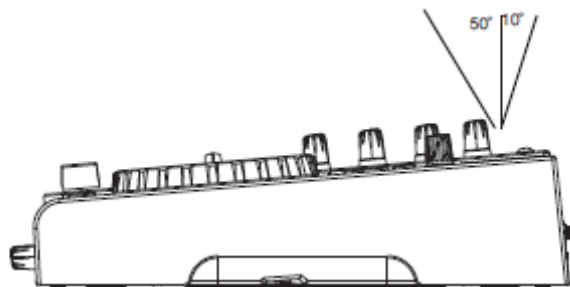

Figure 1
• L'afficheur fluorescent (VFD) est conçu pour être clairement lisible quel que soit l'angle comme indiqué en **figure 1**. Montez l'unité selon les angles spécifiés.